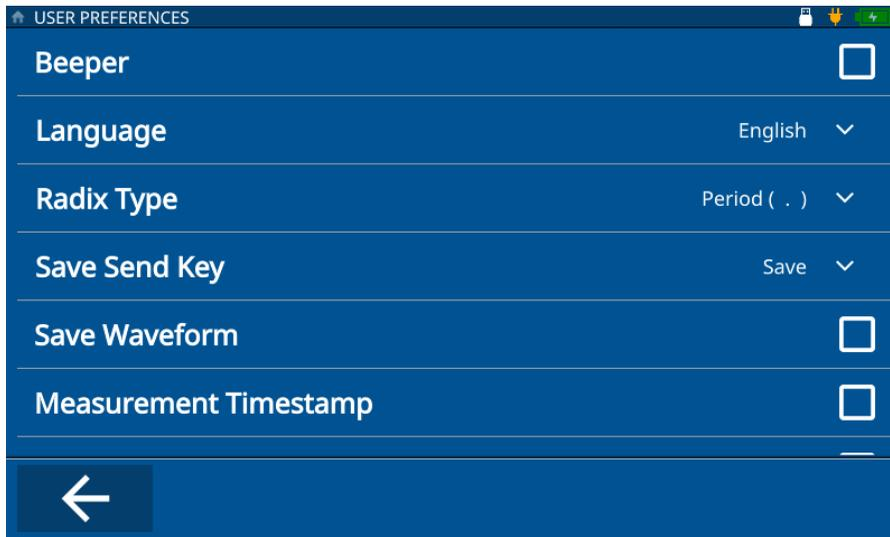

Abbildung 1-3 User Preferences Fenster
5. Wählen Sie **Language** (Sprache) und wählen Sie die gewünschte Sprache aus der Dropdown-Liste aus (siehe Abbildung 1-3 auf Seite 12).